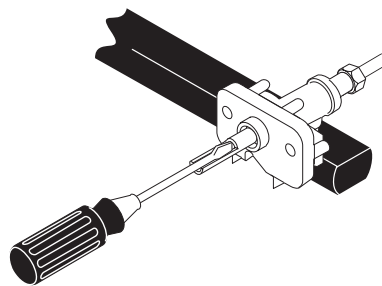

Figure 22 : Faire tourner pour régler la flamme de surface
5. Insérer un tournevis à lame mince dans le creux de la tige de soupape et engager la vis à l'intérieur comme illustré à la Figure 22. La taille de la flamme peut être augmentée ou diminuée en tournant la vis.